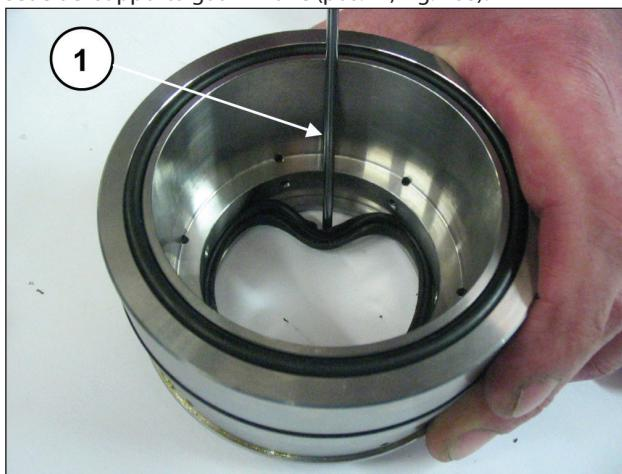

Fig. 168
Per togliere la guarnizione di bassa pressione è necessario utilizzare uno spessimetro o un attrezzo che non danneggi la sede del supporto guarnizione (pos. ①, Fig. 168).